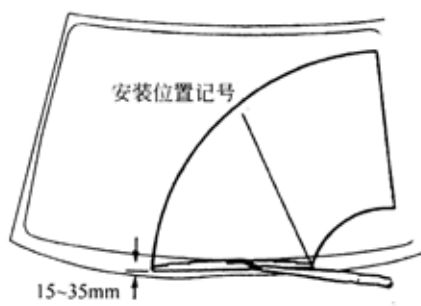

图 9-146
(4)如图 9-146 所示，用螺母安装前左刮水器臂，拧紧力矩： $250\text{N} \cdot \text{m}$ 。安装位置记号： $15 \sim 35\text{mm}$ 。注意：用手向下扳铰链来紧固螺母。